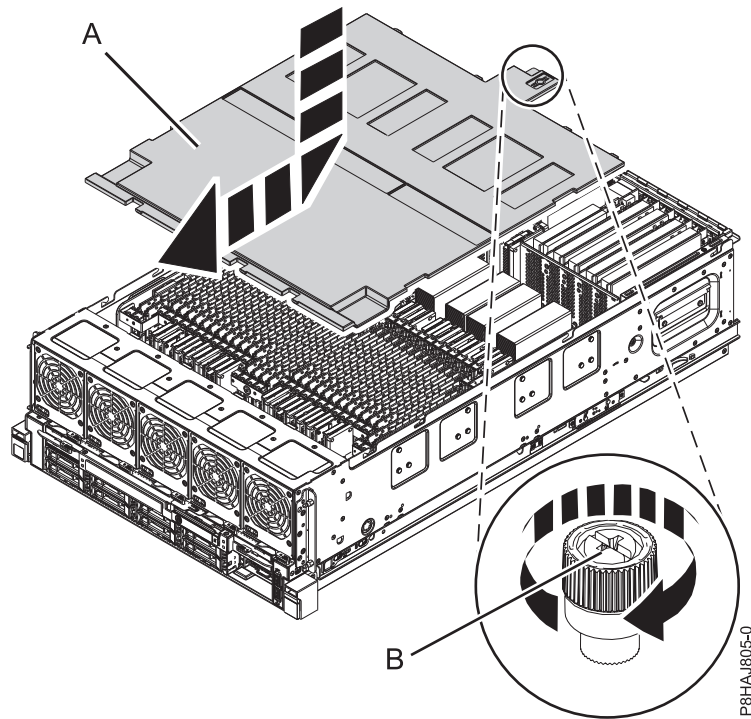

図 36. 安全カバーの再取り付け
3. つまみねじ **(B)** を、59 ページの図 36 に示されている方向に回転させて締めて、安全カバーをシャーシに固定します。